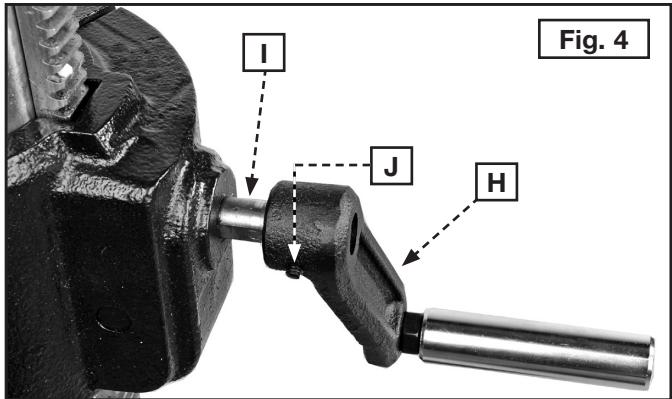

Fig. 4
2. Suba y baje el mango para fijar la mesa (H) Fig. 4 al eje del tornillo sin fin (I). Ajuste el tornillo de seguridad (J) contra el plano del eje con la llave hexagonal de 3 mm incluida.